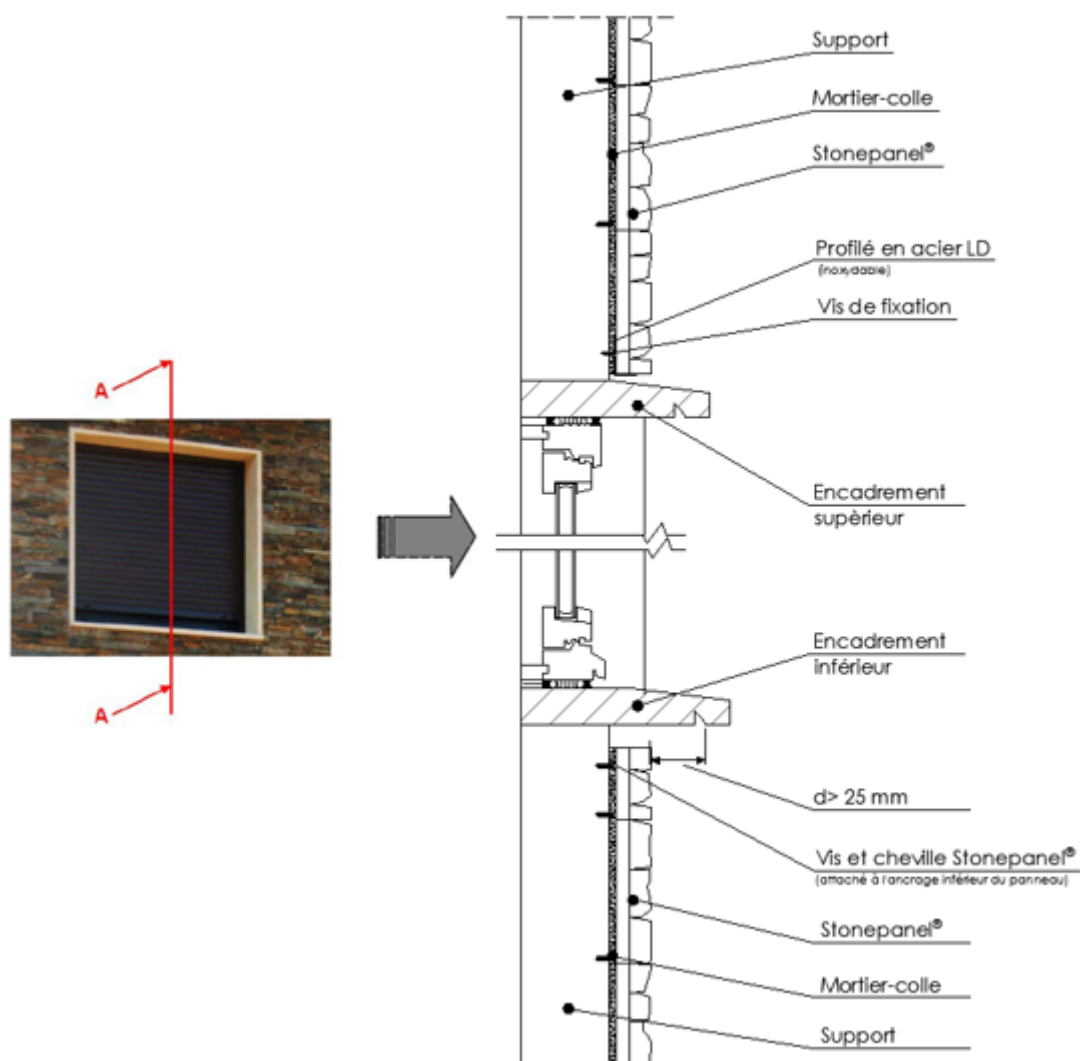

Figure 12 – Encadrement de baie
- soit un encadrement de baies (figure 12),